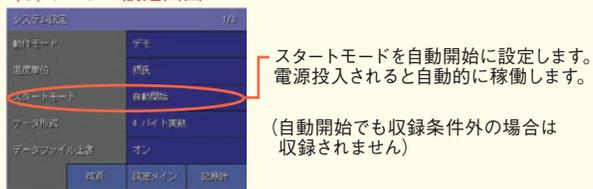

図 3
**A** チャートレス記録計（形式：73VR21□□）の「収録設定」の「収録方法」において「時間指定収録」を設定することで対応が可能です（図3(b)）。就業時間が終わると決められた時間に電源を止めるのであれば、収録時間を決めて自動的に収録を停止させることができます。また、翌日の始業で電源が入り自動的にデータ収録を開始させるのであれば、「時間指定収録」で「毎日」（図3(b)）と設定し、「スタートモード」を「自動開始」（図3(c)）としておけば、電源が入ると同時にチャートレス記録計は稼働し、指定された時間から指定されている時間までデータ収録します。このようにすれば工場の電源が止まっても収録は停止しているためCFカードが壊れることはありません。【林】